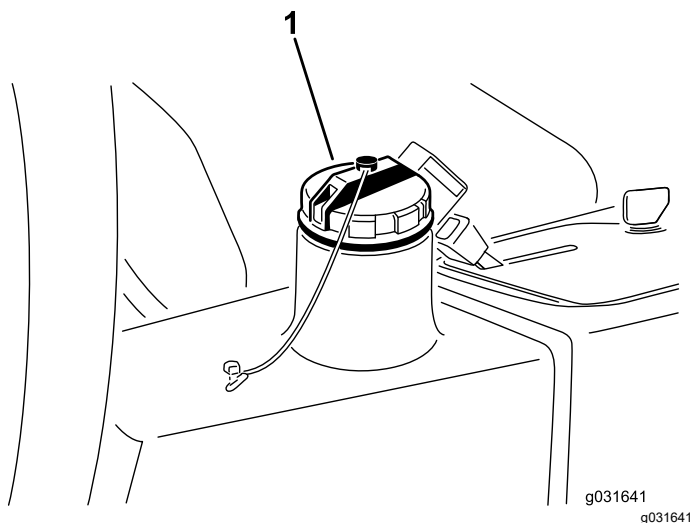

図 67
4. 油圧オイルタンク 図 67 に約 13.2 リットルの油圧オイルを入れる 油圧システムを点検する (ページ 53) を参照。